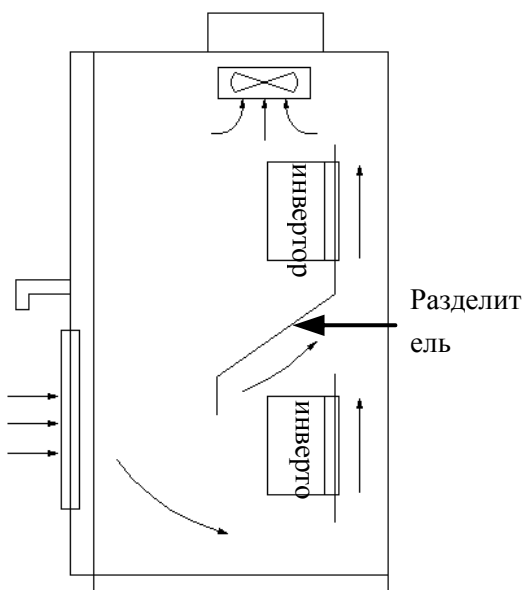

Рис. 3-2 Монтаж нескольких инверторов
- (3) При монтаже нескольких инверторов друг над другом необходимо установить между ними разделитель, см. Рис.3-2.